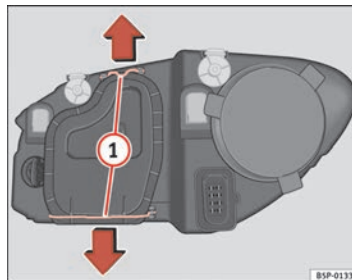

Fig. 186 Luz de cruce
- Desplace los tirantes ⇒ página 279, fig. 186 ① en el sentido de la flecha y saque la tapa.